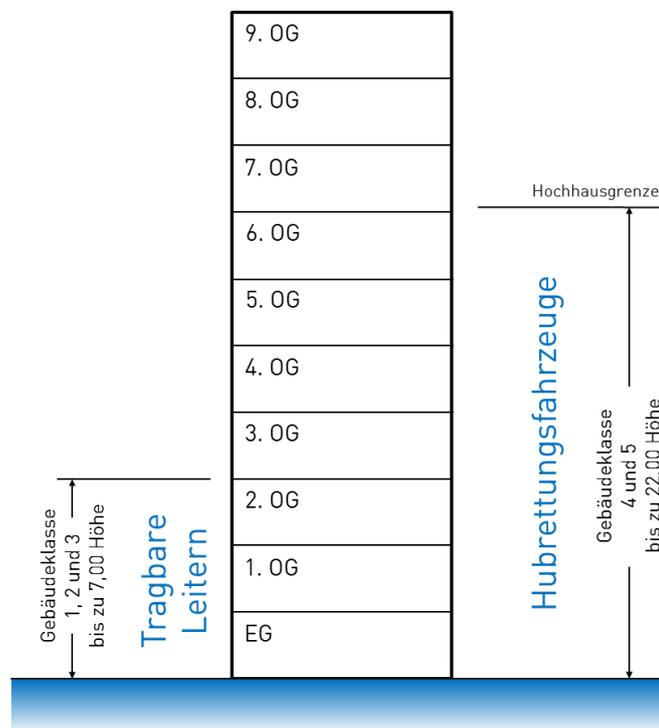

Bild 1 - Einsatz von Rettungsgeräten der Feuerwehr in Abhängigkeit der Gebäudehöhe
- 2.2 Zu Gebäuden der Gebäudeklassen 1, 2 und 3 (Bild 1) genügen von öffentlichen Verkehrsflächen mindestens 1,25 m breite Zu- oder Durchgänge, wenn die zum Anleitern bestimmten Öffnungen mehr als 8,0 m über der Geländeoberfläche liegen. Die lichte Höhe der Durchgänge muss mindestens 2,0 m betragen; bei Türöffnungen und anderen geringfügigen Einengungen genügt eine lichte Breite von 1,0 m. Liegen diese Gebäude mehr als 50,0 m von öffentlichen Verkehrsflächen entfernt, so können an Stelle von Zu- oder Durchgängen Zu- oder Durchfahrten nach Punkt 2.1 verlangt werden.